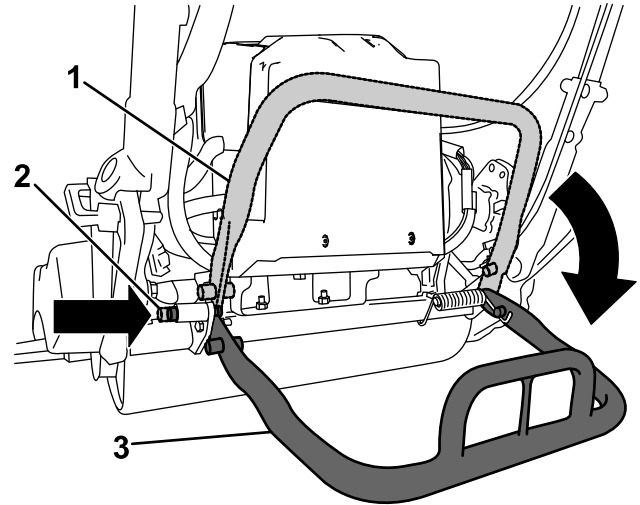

Bild 23
- Senken Sie den Ständer ab und drücken den Arretierstift ein, um ihn in der WARTUNG-Stellung zu arretieren, damit die Maschine nicht nach hinten kippt, wenn Sie die Spindel entfernen (Bild 23).